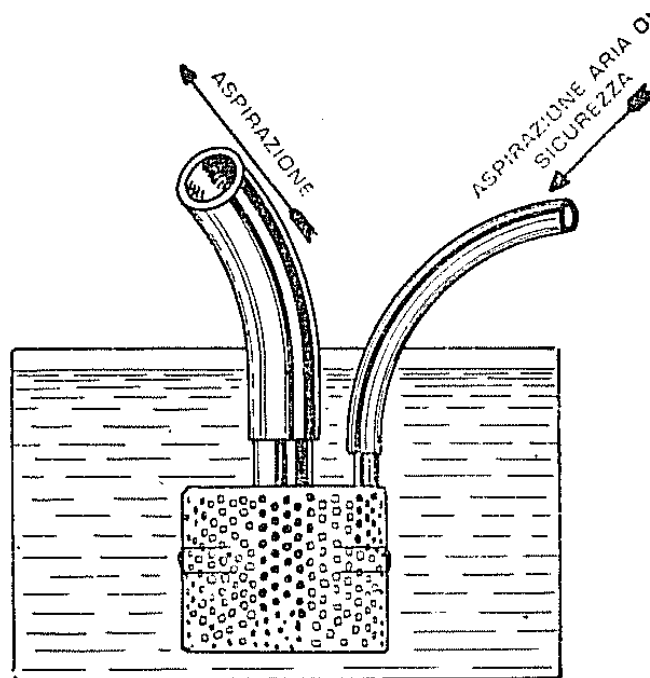

Fig. 4
- 2) A capo della gomma di aspirazione si raccomanda di usare la sorbola salvamembrana (fig. 4) per evitare che in caso di otturazione della pesca, si verifichino inconvenienti alla pompa.